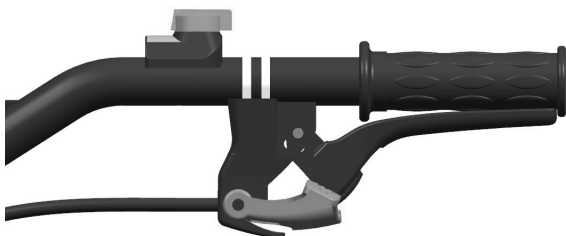

Abbildung 7
- Wenn der Bediener den Kupplungshebel gedrückt hält, kuppelt die Kupplung ein, die Kraft wird auf den Motor der Motorhacke übertragen und die Fräsmesser beginnen zu rotieren (Siehe Abb. 7).